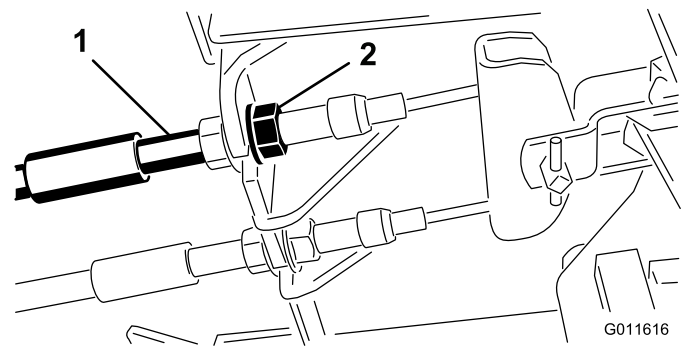

Figure 65
1. Pour réduire la garde aux pédales de frein, serrez les freins en desserrant l'écrou avant sur l'extrémité fileté du câble de frein (Figure 65).